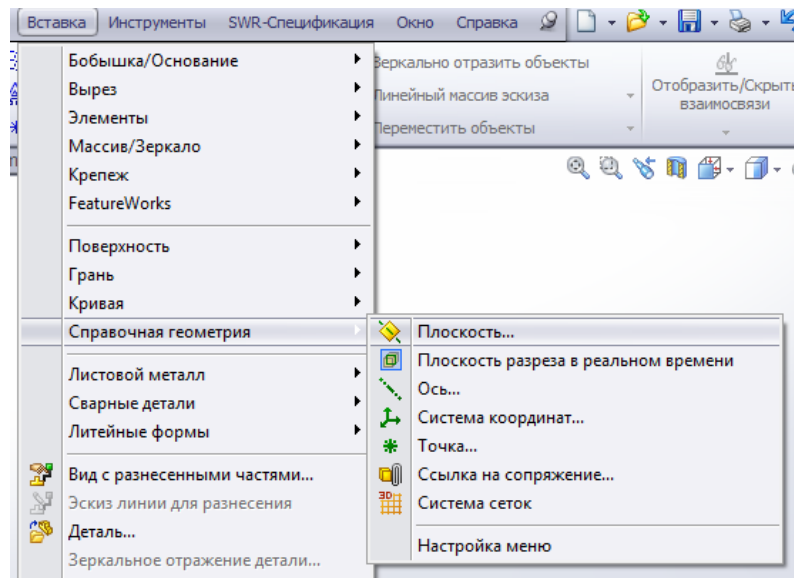

Рис.13. Створення додаткової площини
10. Створимо нову площину, яка буде потрібна для побудови нового ескізу. Для цього виберіть ВСТАВКА -> СПРАВОЧНАЯ ГЕОМЕТРИЯ->ПЛОСКОСТЬ (Рис. 13).